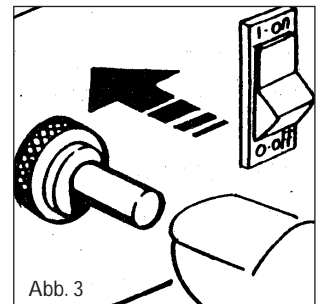

Abb. 3
- Presser le bouton de la vanne du gaz et à plusieurs reprises celui du piézo-électrique jusqu'à que le brûleur s'allume. (Fig. 3 - 4)
- Den Knopf des Gasventils drücken und mehrmals auch den der Piezozündung bis der Brenner anspringt. (Abb. 3 - 4)